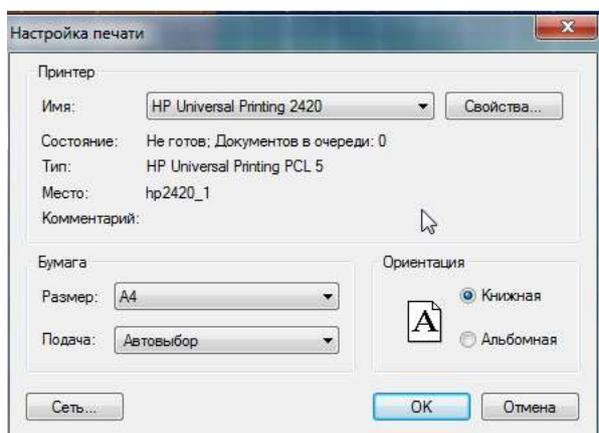

Рис.121.
2. Для предварительного просмотра вида печатного варианта ГИД на экране выбрать в пункте меню «Файл» подпункт «Печать графика». Если выбор и настройка печатного устройства не были сделаны ранее, откроется окно «Настройка печати» (см рис.121).
5. В случае, когда нужно изменить настройки печати нужно нажать на соответствующую кнопку, откроется окно «Настройка печати» (см рис.121).
1. Для предварительного просмотра вида печатного варианта приложения к ГИД на экране выбрать в пункте меню «Файл» подпункт «Печать приложения». Если выбор и настройка печатного устройства не были сделаны ранее, откроется окно «Настройка печати» (см. рис. 121).
4. В случае, когда нужно изменить настройки печати нужно нажать на соответствующую кнопку, откроется окно «Настройка печати» (см рис.121).